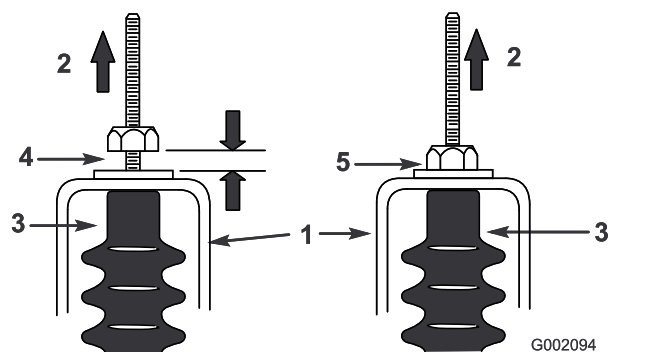

Рисунок 62
5. Потяните вверх каждый трос переключения передач, чтобы убедиться в наличии зазора от 0,76 до 1,52 мм между гайкой/шайбой и кронштейном нейтрالي (Рисунок 62).